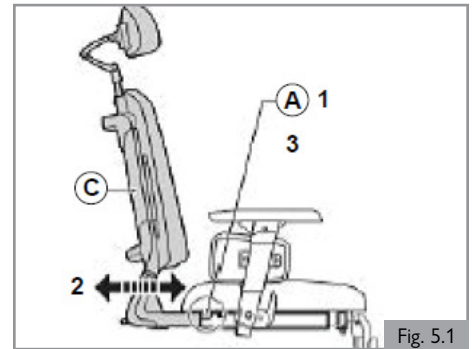

Fig. 5.1
5.1 Preajuste de profundidad del armazón del respaldo (Fig. 5.1 y 5.2)